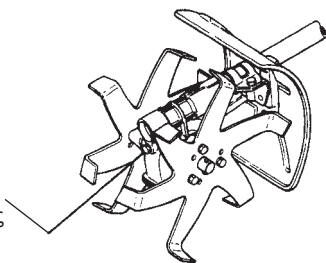

Fig. 3-8
- f. Supply proper amount of lithium-based grease, such as Shell Aluvania grease R2, Shell Aluvania EP grease 2, Mobile-Mobilux EP2 or equivalent after every 25 hours of use. (Fig. 3-8)
- f. Nach jeweils 25 Betriebsstunden ist ein Abfetten mit der erforderlichen Menge Lithiumbasisfett wie beispielsweise Shell Alvania R2, Shell Alvania EP 2 oder Mobile-Mobilux EP2 erforderlich. (Fig. 3-8)
- f. Fournie la quantité appropriée de la graisse à lithium, telle que la graisse ALUVANIA R 2 de Shell, la graisse ALUVANIA EP 2 de Shell, MOBILUX EP 2 de Mobile ou leur équivalent chaque fois après 25 heures d'emploi. (Fig. 3-8)